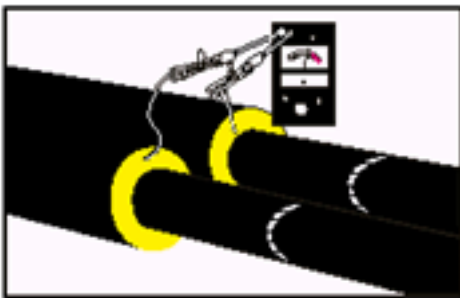

рис.7
3.3.1 Контроль цілісності сигнальної петлі (рис.7):